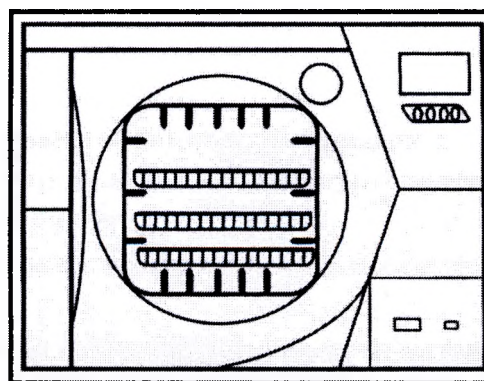

Рисунок 10: Схема расположения стойки реверсивной Стерилизатора парового T&S17B
2) 3 лотка / кассет в горизонтальном положении (рис. 10)